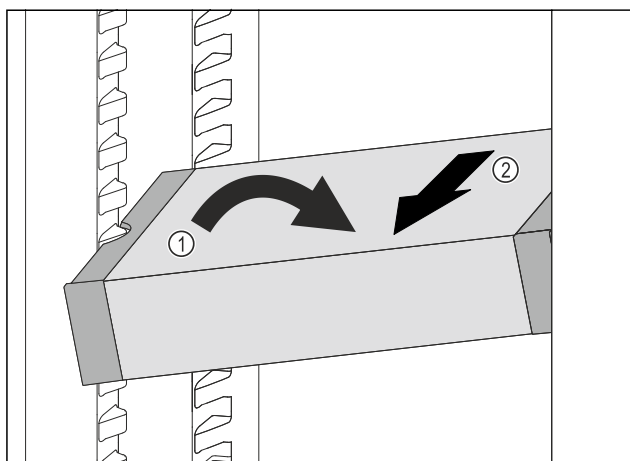

Fig. 199
- Poziționați oblic VarioSafe în frigider. Fig. 199 (1)
- Extrageți VarioSafe spre înainte. Fig. 199 (2)